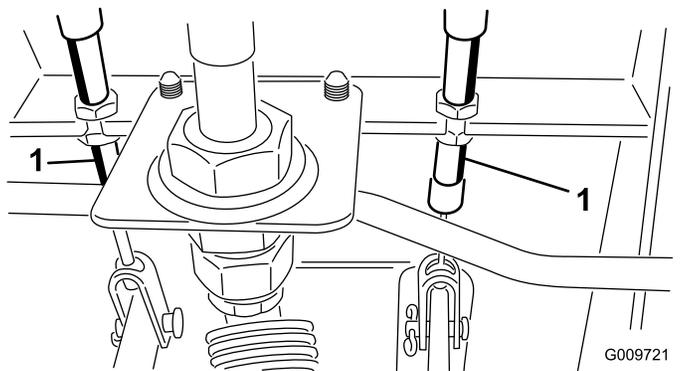

Рисунок 92
- A. Отпустите переднюю гайку на резьбовом конце троса тормоза (Рисунок 92).